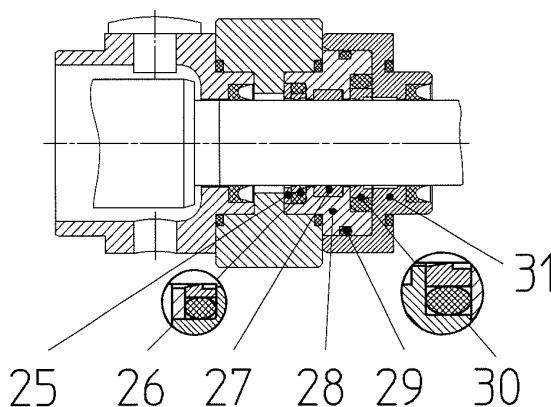

Abb. 1
8 x Innensechskantschrauben (42) lösen, Druckgehäuse (41), Sauggehäuse (32), Zwischengehäuse (21) und Abstandsring (20) nach vorne abziehen. (Bild 1 / 2 / 3 / 4 / 5).	Remove the 8 socket screws (42), pull off discharge casing (41), suction casing (32), intermediate casing (21) and spacer ring (20) to the front. (Photo 1 / 2 / 3 / 4 / 5).
Beim Einbau der Stangendichtungen (26, 30) in die Führungshülse (28) darauf achten, dass die Dichtlippe nach vorne zum Druckgehäuse gerichtet ist (Abb. 1).
When fitting rod seals (26, 30) into the guide sleeve (28), make sure that the seal lips face towards the discharge casing (fig. 1).